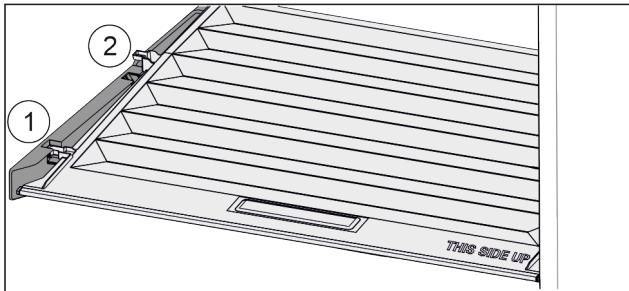

Fig. 31
- ▶ Tirer le couvercle vers l'avant jusque dans l'orifice des pièces de retenue Fig. 31 (1).
- ▶ Le soulever par le bas à l'arrière et le sortir par le haut Fig. 31 (2).